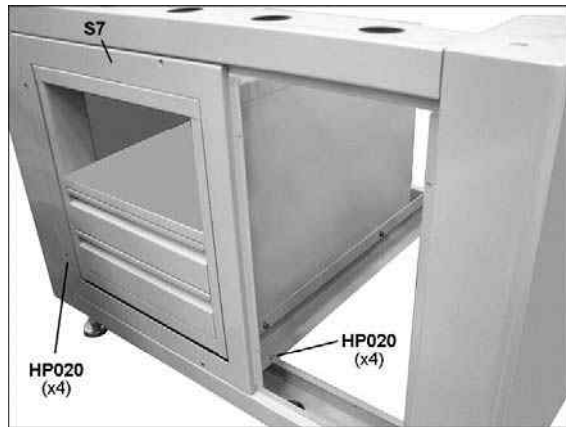

Figure 7-13
9. Installer le panneau du côté ouvert (S7, figure 7-13) et serrer les vis.
10. Placer le boîtier de rangement avec ses supports dans le socle pour qu'il soit de niveau avec le panneau latéral. Voir la figure 7-13. Serrer les vis.